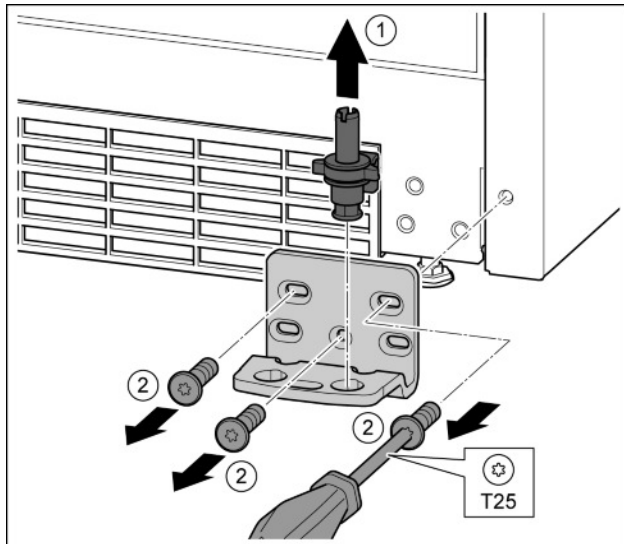

Fig. 14
- u Sortir complètement par le haut l'axe de palier. Fig. 14 (1)
- u Desserrer les vis avec le tournevis T25 et enlever le support de palier. Fig. 14 (2)